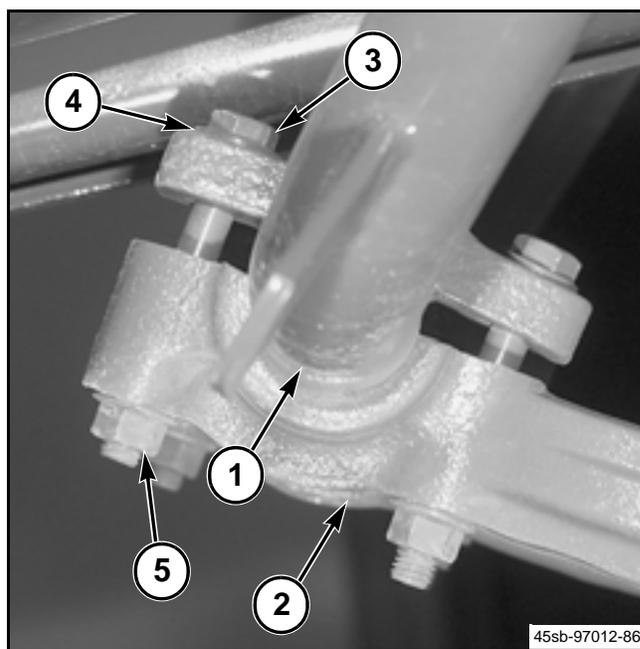

FIG. 81
FIG. 81: Asegúrese de que la superficie de montaje de las agujas (1) y la superficie del portador de agujas que hace contacto con la superficie de montaje de las agujas están limpias y lisas.